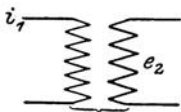

Abb. 11.
Die kleinen Zahlen 1 und 2 sollen andeuten, daß es sich entsprechend Abb. 11 um zwei getrennte Stromkreise handelt. Man bezeichnet
**10. Kopplung.** Die Induktion ermöglicht durch Vermittlung des magnetischen Feldes einen Energieübergang von dem einen zum andern Stromkreis. So verbundene Kreise heißen magnetisch (induktiv) gekoppelt. Als Beispiele können die Abb. 11 und 15 gelten. Ein Maß für die Größe der Kopplung gibt der Kopplungsfaktor